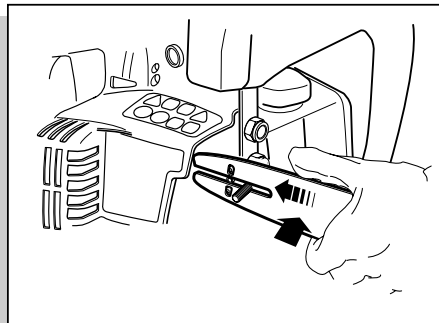

fig. 2
- Placér sværdet A på gevindtappen og skub det ind imod drivhjulet (fig. 2).